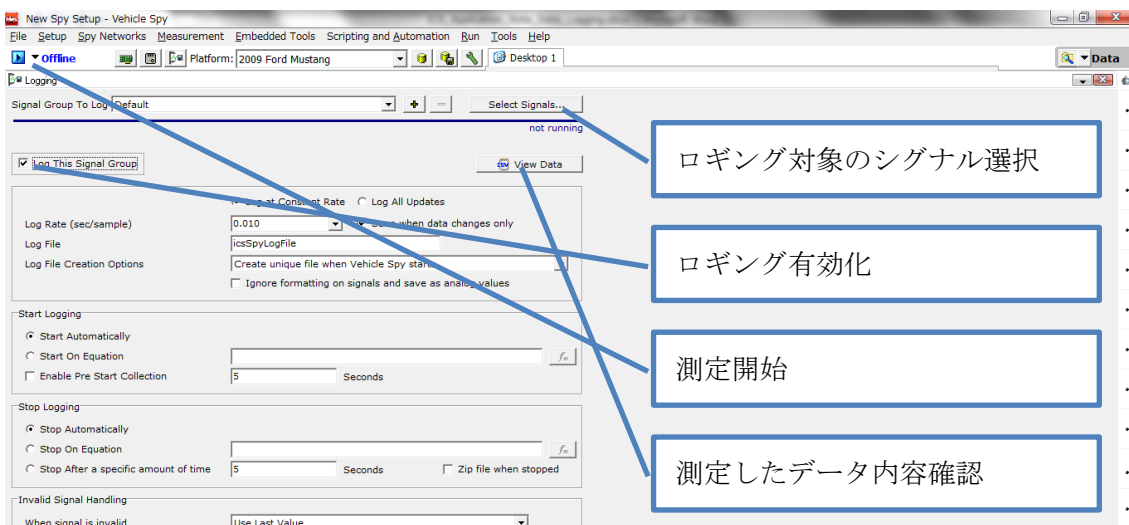

図 3 Logging 画面
- 1) Measurement -> Logging と押下、Logging 画面を呼出(図 3)
3) Log This Signal Group を有効化(図 3)
4) スタートボタンを押下し、測定開始(図 3)